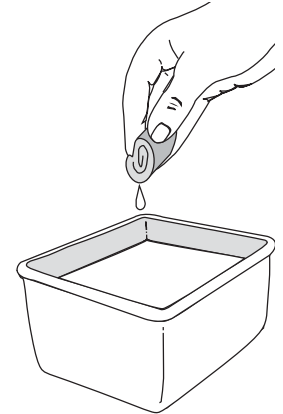

Fig. 28
3. Lave el filtro con agua y detergente (Fig. 28). Enjuague bien el filtro. Escorra el exceso de agua. Déjelo secar por completo.